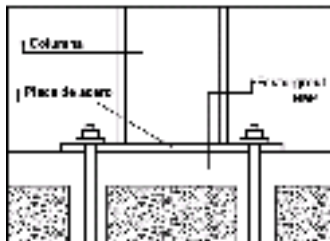

Fig. 2. Recibir placas de apoyo
- Recibir placas de apoyo para estructuras metálicas (fig. 2)